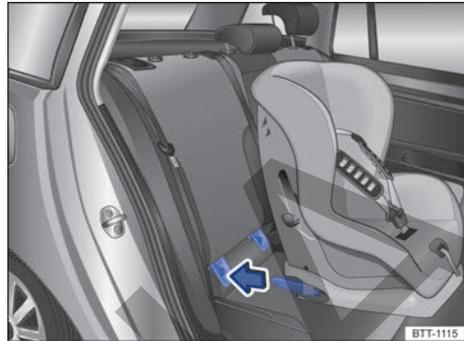

Fig. 54 Representación esquemática: montaje de un asiento para niños ISOFIX con conectores.
- Introduzca los conectores del asiento para niños en los anclajes ISOFIX en el sentido de la flecha → fig. 54. El asiento para niños deberá encastrar de forma segura y audible.